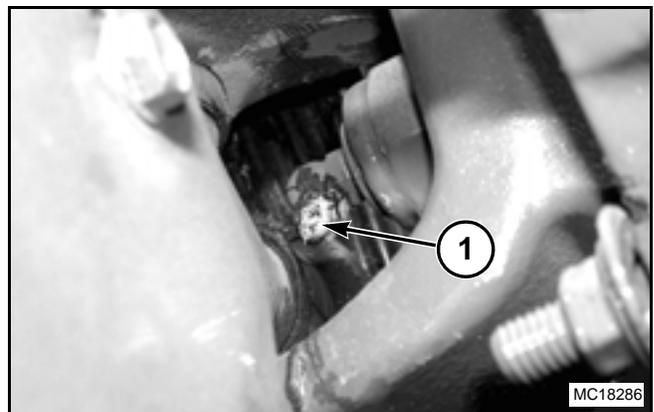

FIG. 8
FIG. 8: Lubrique el embrague de impulsión principal (1) (250 horas o 5,000 fardos). Gire los blindajes de la línea de impulsión (no se muestran en esta figura por razones de claridad) para permitir el acceso a las conexiones de lubricación.